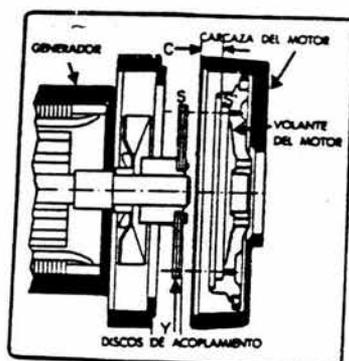

Figura IV.8.- Dimensiones para Acoplamiento entre Motor y Generador.
- 3.- Comprobar la distancia desde la superficie de montaje en la cubierta del volante de la máquina motriz y el rebajo para los discos de impulsión (dimensión C, Figura IV.8), y comprobar la distancia desde la superficie de montaje del anillo de extremo del generador hasta la superficie externa en los discos de impulsión (dimensión Y, Figura IV.8). La dimensión Y debe ser igual a la dimensión C.
4.- Comprobar el diámetro de los discos de impulsión y el de alojamiento para los discos en el volante, dimensiones S y S', Figura IV.8. Si los discos son de mayor o menor tamaño, se deben devolver a la fábrica. **No intentar esmerilar los discos.**
5.- Comprobar que los centros de los agujeros para tornillos en el disco de impulsión y en el rebajo para los discos en el volante, sean de la misma medida, dimensiones B y B', Figura IV.8. Devolver los discos a la fábrica e indicar los datos del volante si los discos no coinciden con las dimensiones del volante. **Nunca intentar taladrar otros agujeros ni agrandar los existentes en el disco.**